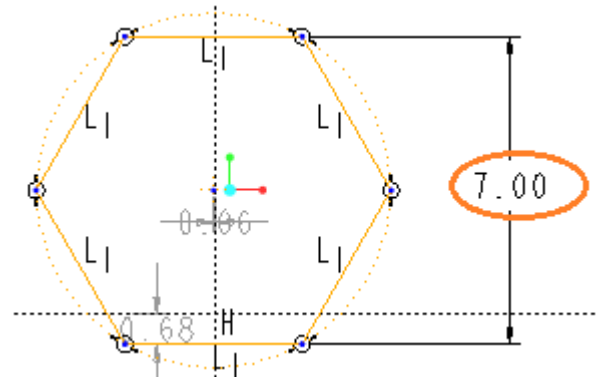

図 5-5 向かい合う 2 頂点の距離の指定
- 改めて標準  をクリックした後、向かい合う 2 頂点をクリックし、マウスの中ボタンを押す。2 点間の寸法が入力できるので 7mm とする (図 5-5)。